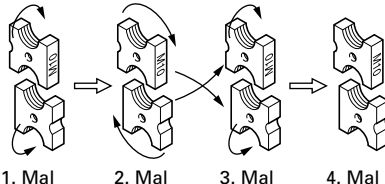

Abb. 19
(3) Vor dem Anbringen
- ① Es gibt vier Schneidkanten am Schneider. Wie in **Abb. 19** gezeigt, kann durch Ändern der Stellung der Schneidkante der Schneider viermal verwendet werden.